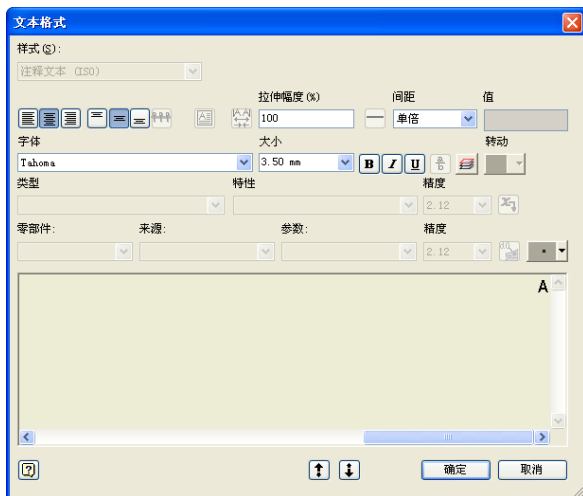

图 5-47 “文本格式”对话框
(1) 选择【标注】标签栏上的【特征标识符号】工具按钮，如果要创建不带指引线的符号，可以双击符号所在的位置，此时【文本格式】对话框打开，如图 5-47 所示，可以对要添加的符号文本进行编辑，编辑完毕后单击【确定】按钮，则特征标志符号即被创建；